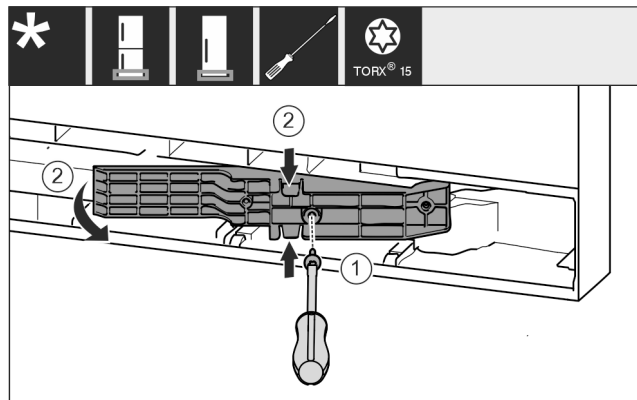

Fig. 18 *
- ▶ Vijake odvijte z izvijačem T15. Fig. 18 (1)*
- ▶ Izvlecite prilagodilnik. Fig. 18 (2)*